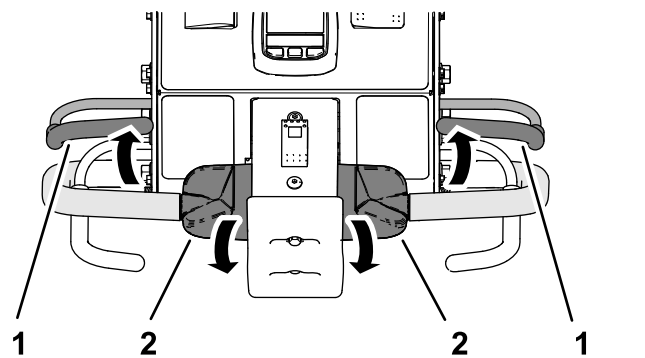

Figura 34
3. În timp ce Țineți comanda de traciune, eliberați maneta pentru prezența operatorului (Figura 34).